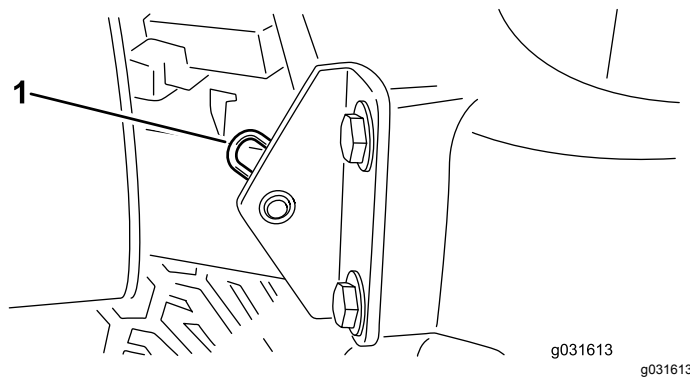

Figura 57
2. Tire o perno de gancho que fixa a articulação do capot aos suportes de montagem (Figura 57).